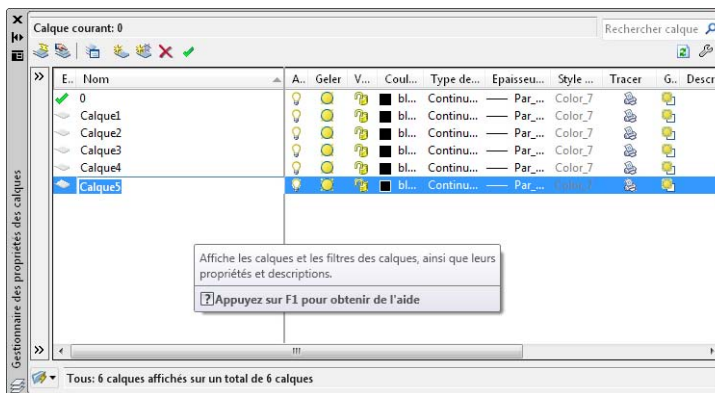

Figure 4.35
3. Cliquez de nouveau, et plusieurs fois de suite, sur le bouton Nouveau calque afin d'obtenir une série de calques que nous allons renommer et organiser (voir Figure 4.35). Il s'agit d'un nouveau dessin et projet, nous commençons donc par une base de données vierge, le but étant de vous montrer les étapes et les principes de base qui guident l'utilisation des calques.